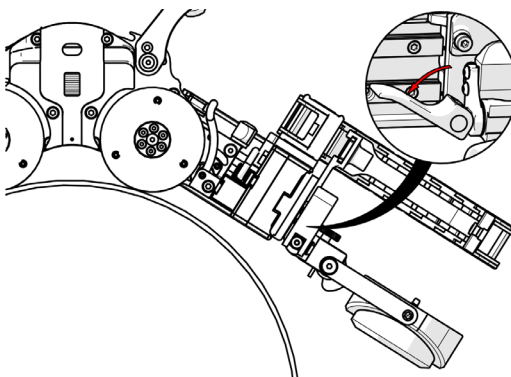

Abbildung 2-42 Schwenkbarer Rasterarm
1. Lösen Sie die Verriegelung der Schwenknase und schwenken Sie die Prüfkopfhalterung zur Inspektionsfläche (siehe Abbildung 2-42 auf Seite 77).